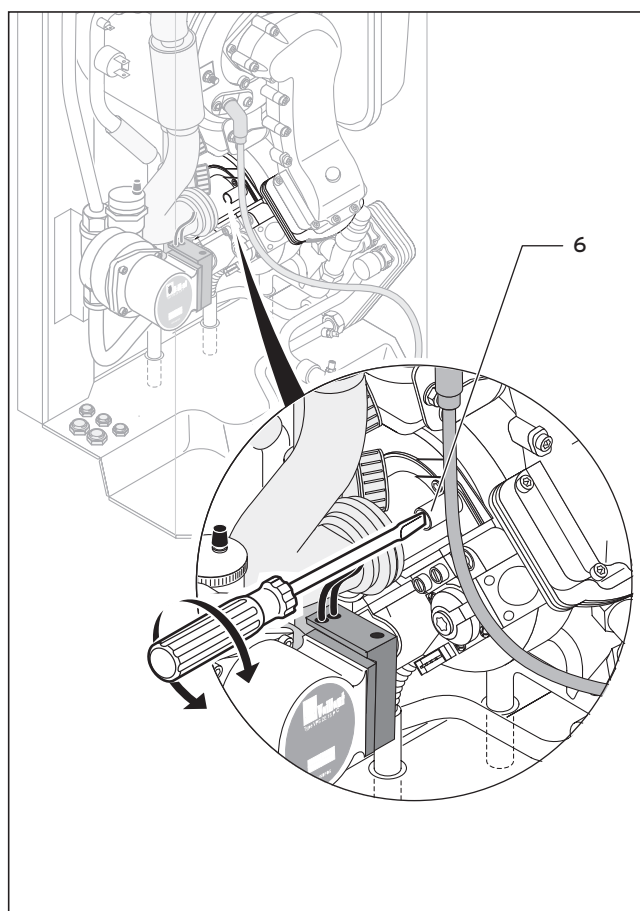

Abb. 5.5 Luftzahl-Einstellung (Gaseinstellung) durchführen
- Stellen Sie, falls erforderlich, den entsprechenden Abgaswert (Tabelle 5.3) durch Drehen der Schraube (6) ein (s. Abb. 5.5).